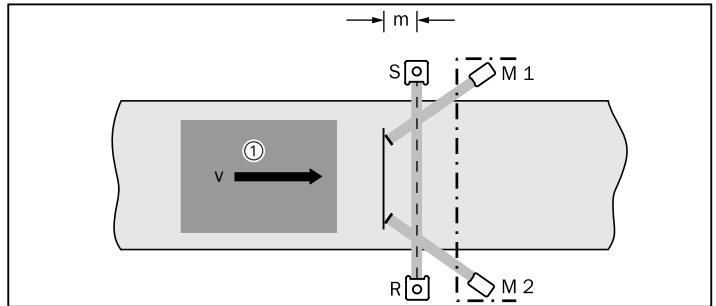

Fig. 3-4: Avstand deteksjonslinje – muting-sensorer
① = pall      ② = material      ③ = muting-sensor      ④ = transportnivå
4. Da den interne analysen av sensorsignalene trenger en viss tid, må ikke materialet registreres for kort før sikkerhets-lysbommens lysstråler. Minimum avstanden må derfor overholdes (se fig. 3-4).